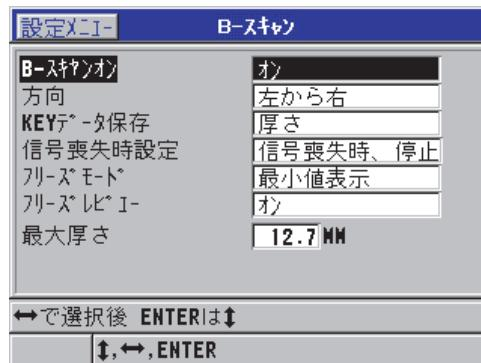

図 9-4 B-スキャンパラメーターの変更
B-スキャンは、B-スキャン画面で設定することができます（158 ページの図 9-4 を参照）。この画面には、【設定】を押した後メニューから B-スキャンを選択してアクセスします。
1. **B-**スキャン画面（158 ページの図 9-4 を参照）で、**KEY** データ保存を厚さ +**B-**スキャンに設定します。